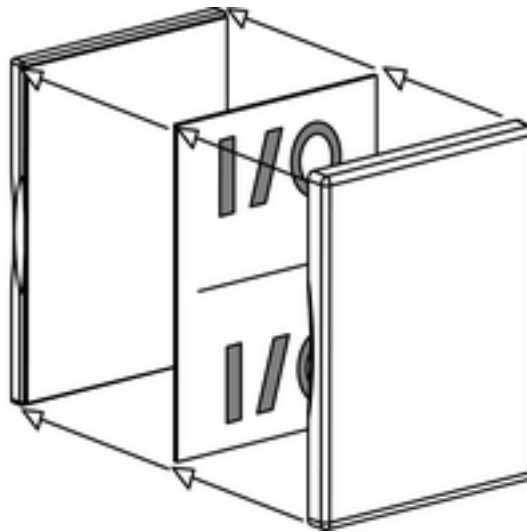

Bild 5
- Handelsübliche Folien o. ä. mit Hilfe der Jung-Beschriftungssoftware beschriften und in die Tasten einlegen (Bild 5).